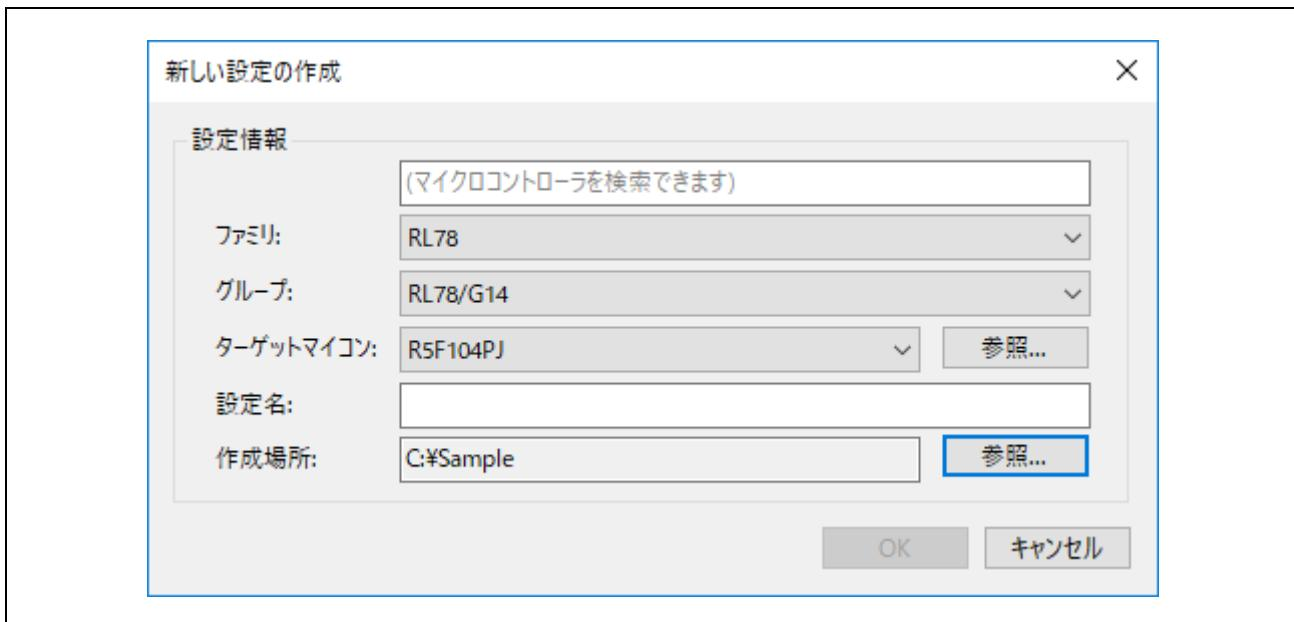

図4.28 新しい設定の作成ダイアログボックス
2. 新規に設定ファイルを作成します。ファミリ、グループ、ターゲットデバイス、設定情報を図4.28 のように設定し、OK ボタンを押します。